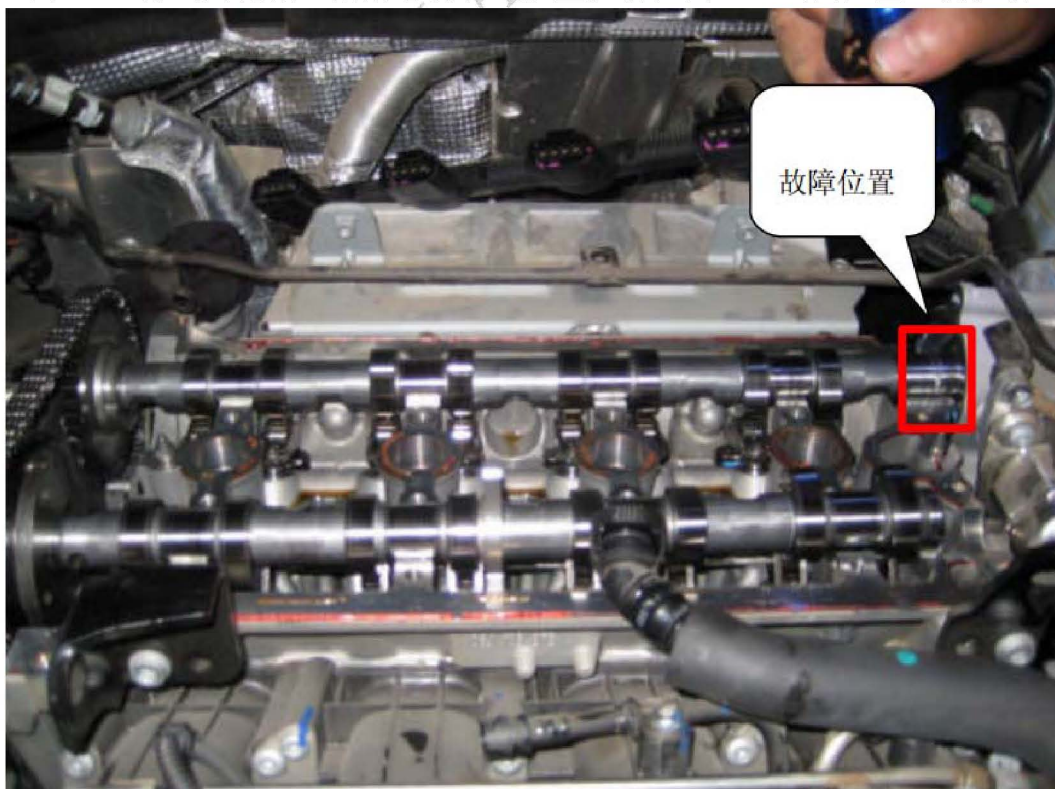
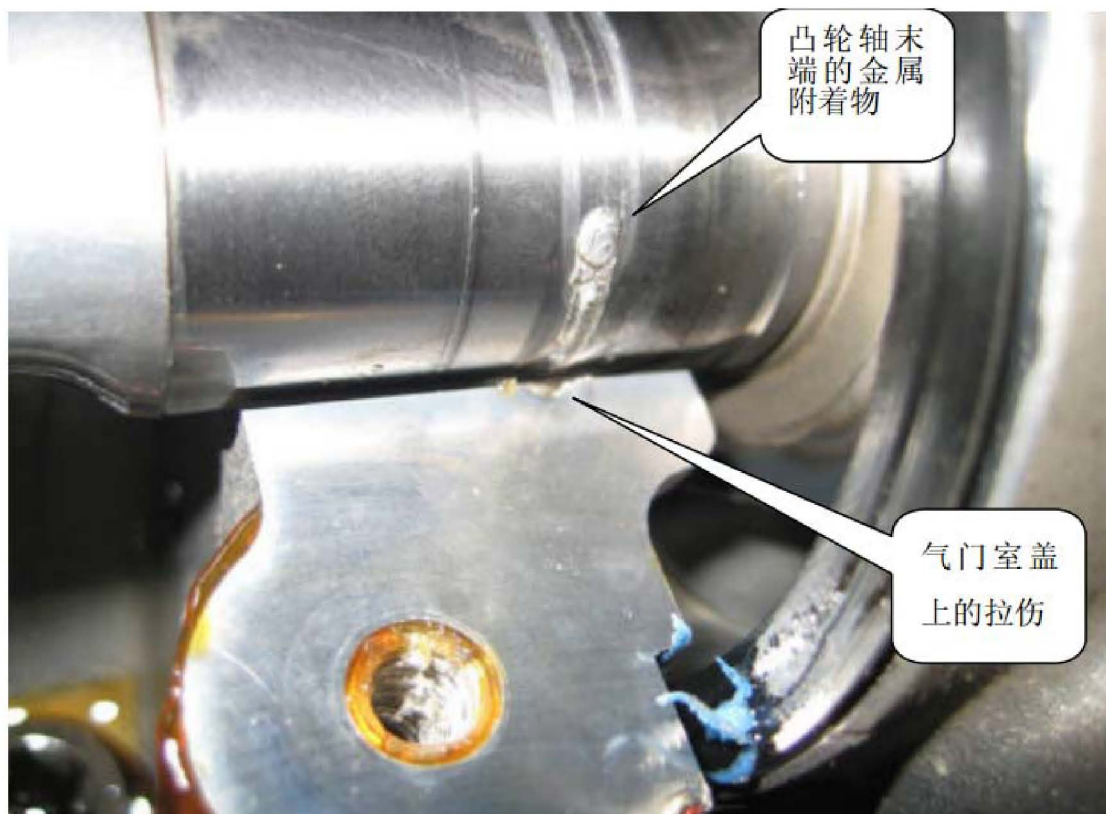
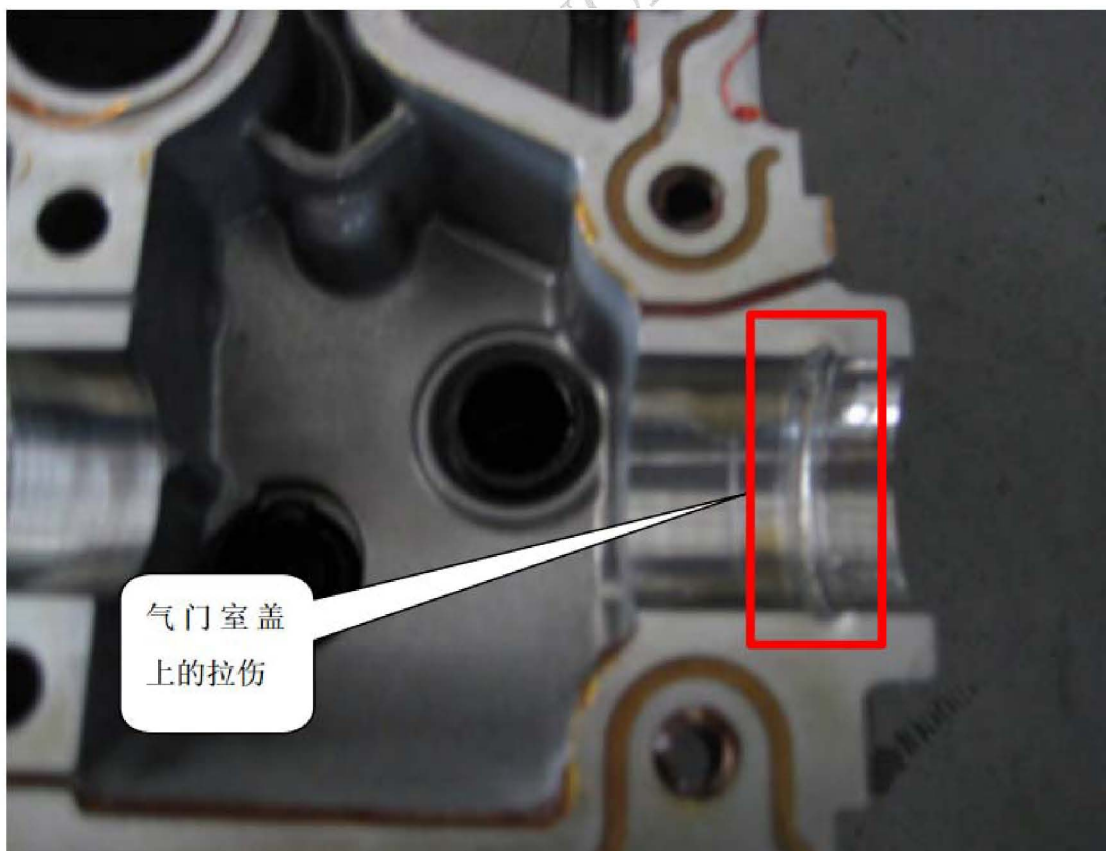

图 7：拉伤位置
图 8: 排气凸轮轴上的附着物和气缸盖拉伤
图 9: 气门室盖上的拉伤
- 4). 由于排气链轮正时正确，而排气第一缸凸轮相对位置不正常，所以，排气凸轮轴出故障的可能性比较大。拆开气门室盖后，发现排气凸轮轴末端（飞轮侧）有金属附着物，且该处的气门室盖和缸盖都有拉伤（图 7，拉伤位置；图 8，排气凸轮轴上的附着物和气缸盖拉伤；图 9，气门室盖上的拉伤）